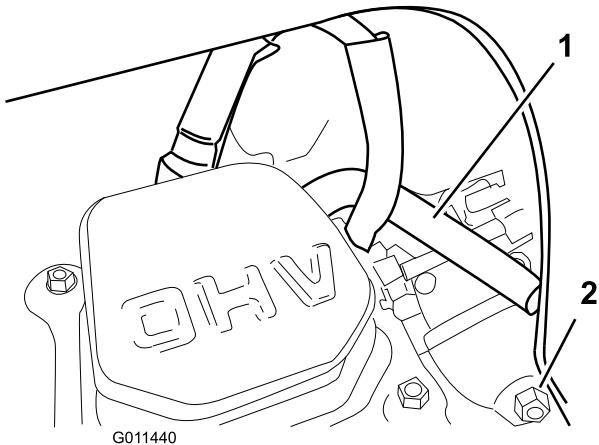

**Figure 35**
11. Réglez l'écartement des électrodes à 0,76 mm (Figure 35).